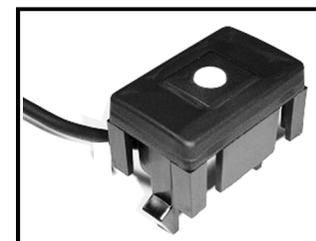

図 5
- ③ サービスパネル ホンダ TYPE-1 (カバー) を被せて、「パチッ」と言うまでしっかりはめ込んで下さい。(図 5 参照)
- ④ 配線が挟まっていないか、しっかりはめ込まれているかなどを確認し、問題がなければ、組み立て終了です。